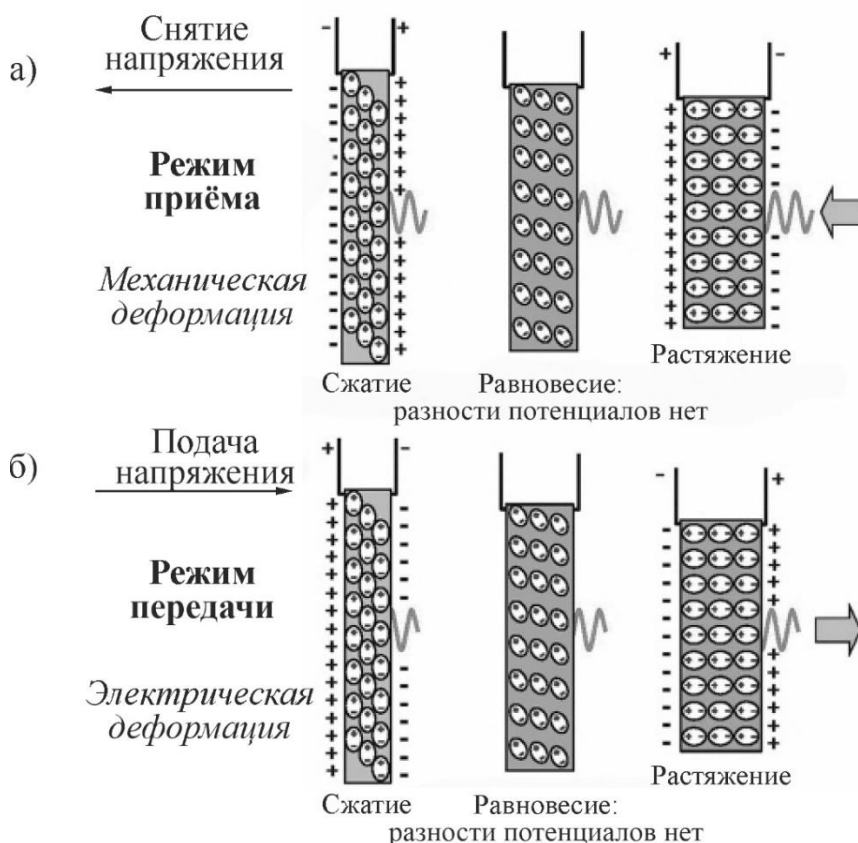

Рис. 5. Принцип работы пьезоэлектрического элемента датчика УЗИ.
Кристаллическая структура пьезоэлектрического материала асимметрична: она содержит упорядоченные внутренние электрические диполи. Под действием сжатия или растяжения кристаллическая решётка деформируется, что приводит к возникновению электрической поляризации, пропорциональной приложенной силе. В результате на противоположных сторонах кристалла появляются разноимённые заряды (рисунок 5а).
*Принцип генерации ультразвукового импульса.* Для создания ультразвукового импульса используется обратный пьезоэффект. При подаче переменного электрического напряжения на пьезоэлемент (например, из PZT-керамики) он начинает колебаться с соответствующей частотой, попеременно сжимаясь и расширяясь, что и генерирует акустическую волну (рисунок 5б) [4].
В режиме генерации ультразвука (рис. 5б) на пьезоэлементы подают короткий (несколько микросекунд) импульс переменного напряжения (~100 В). Это вызывает переориентацию диполей и заставляет кристалл колебаться (сжиматься и растягиваться) с заданной частотой.